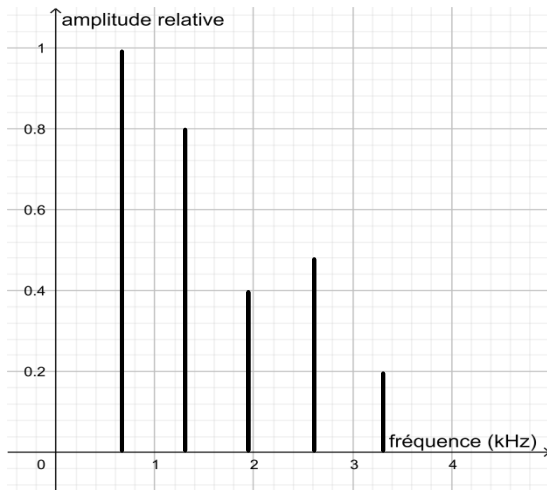

Figure 1 - Spectre correspondant au mi4 joué par la guitare
- 4- À partir de la figure 1 du document 4, indiquer, en justifiant, si le son émis par la guitare est un son pur ou un son composé.
- 5- À partir de la figure 1 du document 4, déterminer la fréquence fondamentale du mi4 joué par la guitare. Décrire la démarche employée.